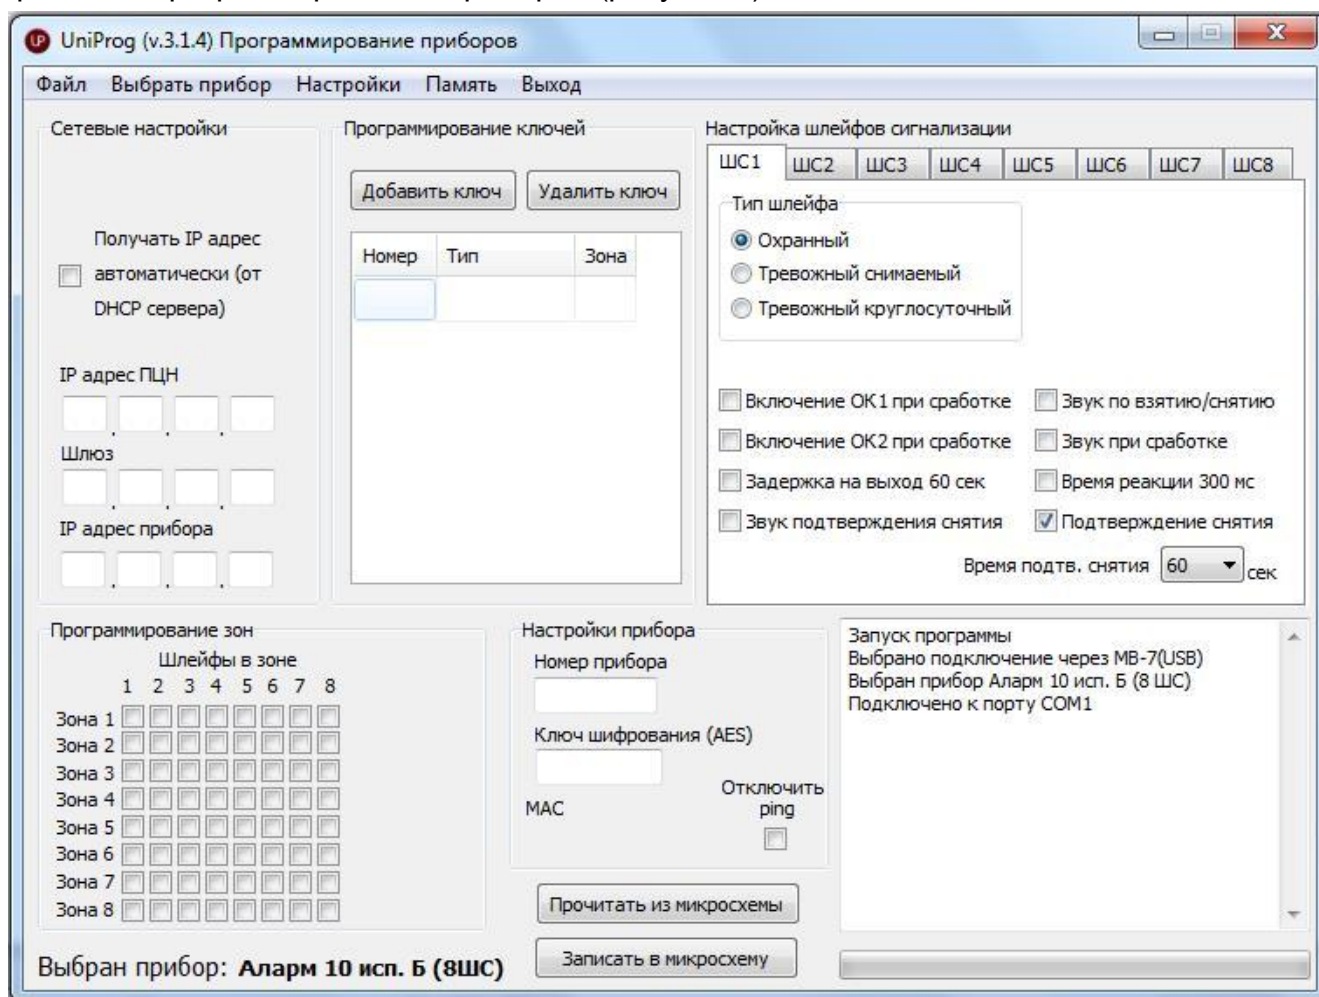

Рисунок 2
2.2.2 При запуске программы на экране ПЭВМ появляется основное окно программы «Программирование прибора» (рисунок 2).
2.3.1 Заполните поле «Сетевые настройки» (рисунок 2). Для этого в соответствии с вашей картой сети введите IP адрес ПЦН, IP адрес прибора, шлюз, а также поставьте галочку «Получать IP адрес автоматически», если в сети используется DHCP сервер.